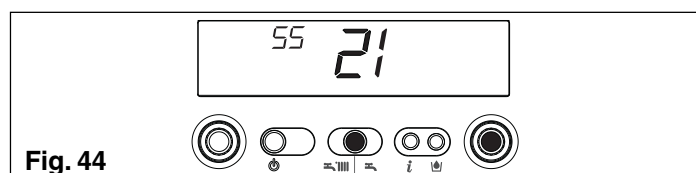

Fig. 44
- apăsați ENTER pentru a confirma noua valoare. Cifrele nu mai clipească (fig. 44)